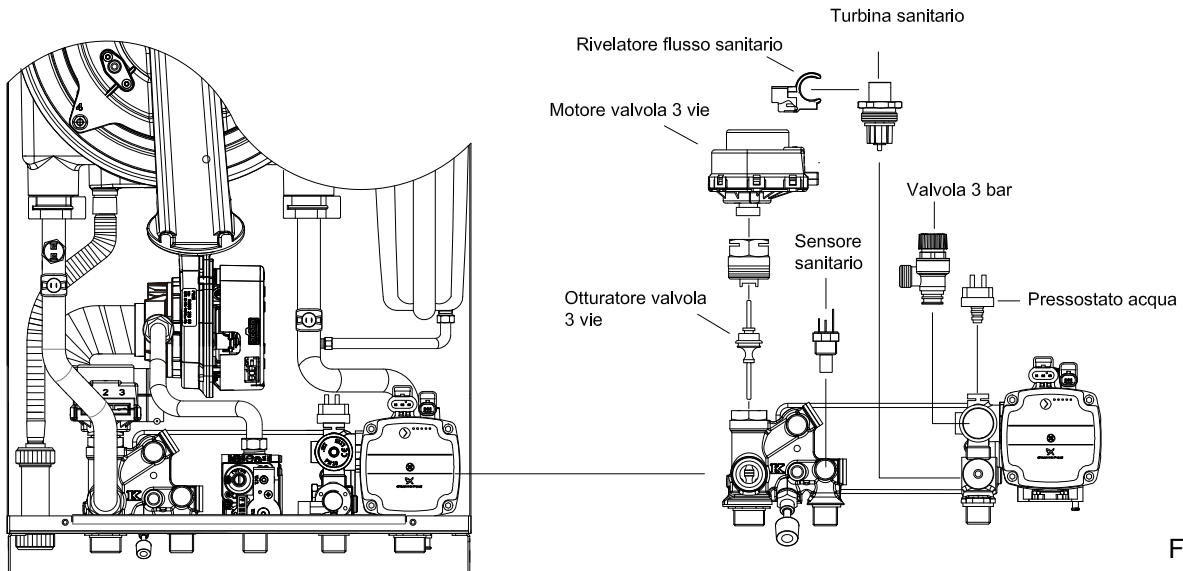

Fig. 32
7.4 - SOSTITUZIONE SENSORE SANITARIO (Fig. 32)
7.5 - SOSTITUZIONE SENSORE FLUSSO SANITARIO E/O TURBINA (Fig. 32)
7.6 - RIMOZIONE MOTORE VALVOLA DEVIATRICE (Fig. 32)
7.7 - SOSTITUZIONE STELO OTTURATORE VALVOLA DEVIATRICE (Fig. 32)
7.8 - SOSTITUZIONE VALVOLA DI SICUREZZA 3 BAR (Fig. 32)
7.9 - SOSTITUZIONE SCAMBIATORE A PIASTRE (Fig. 32)
7.10 - SOSTITUZIONE TRASDUTTORE ACQUA (Fig. 32)